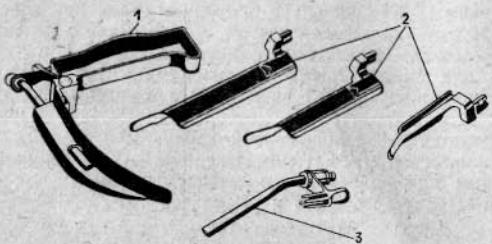
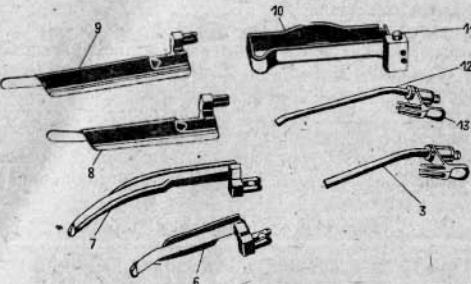

Рис. 1. Ларингоскоп с волоконным световодом без осветителя ЛрВС-1:
Рис. 3. Ларингоскоп в разобранном виде:
3.1. В каждый комплект ларингоскопа ЛрВС-1 (рис. 1) входят:
Ларингоскоп представляет собой комплект узлов, каждый из которых имеет определенное назначение. Прямые клипки 2 (см. рис. 1) используются с прямым световодом 3 (см. рис. 1), изогнутый клип 7 — с изогнутым световодом 12 (рис. 3). К ручке 10 (см. рис. 3) крепятся световоды и клипки. Форма ручки удобна для работы. Проксимимальный конец световода ларингоскопа должен быть вплотную соединен со стекловолоконным кабелем $\varnothing 5$ мм осветителя ОС 100.
5.2. Соедините ручку 10 со световодом с помощью вилки 13 (см. рис. 3).
5.3. Соедините соответствующий клип с ручкой с помощью кнопки замка 11 (см. рис. 3).